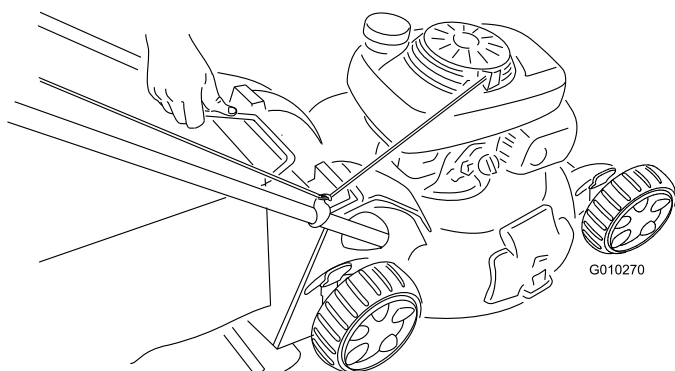

Рисунок 30
2. Поднимите ручку мешка для травы из канавок около верха газонокосилки и снимите мешок с газонокосилки (Рисунок 30).